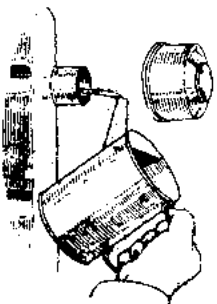

Рис. 7. Доливка масла в картер двигателя.
5. Доливку масла во время обкатки производите наиболее жидким маслом из числа рекомендованных, так как оно способствует лучшей приработке деталей двигателя. Для доливки масла в картер снимайте фильтр вентиляций (рис. 7).